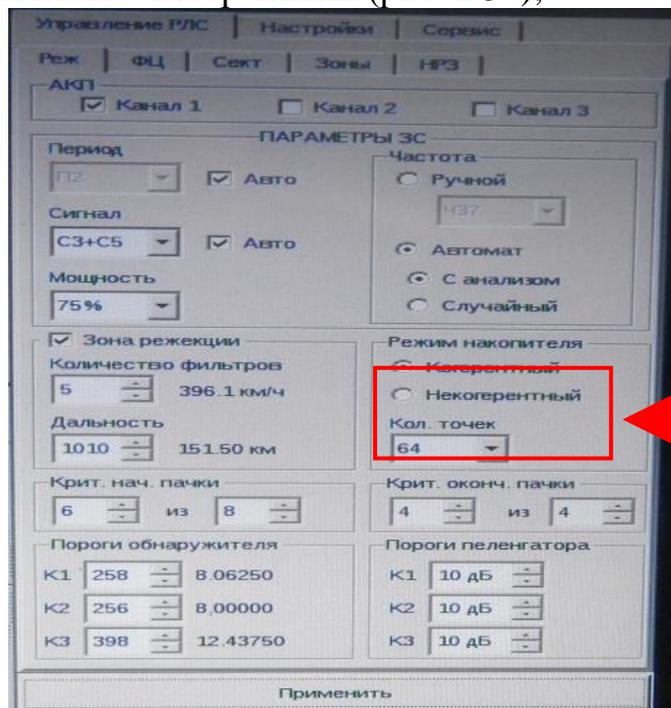

Рис. 2.34. Установка режима накопления
- режим накопления – когерентный (рис. 2.34);